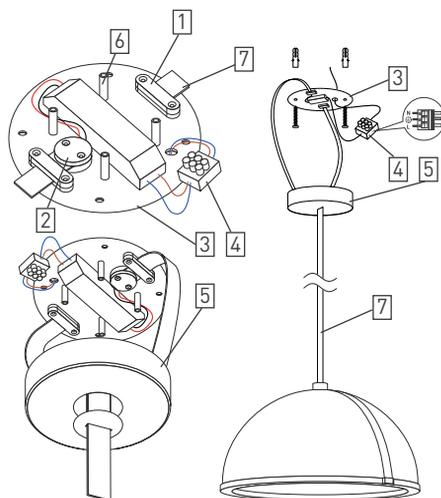

Рис. 2. Установка и подключение светильника
- Отделите монтажное основание [3] светильника от потолочной чаши [5], потянув ее вниз. Крепление чаши [5] к монтажному основанию [3] осуществляется с помощью четырех магнитов [6], установленных на монтажном основании [3], как показано на рис. 2.